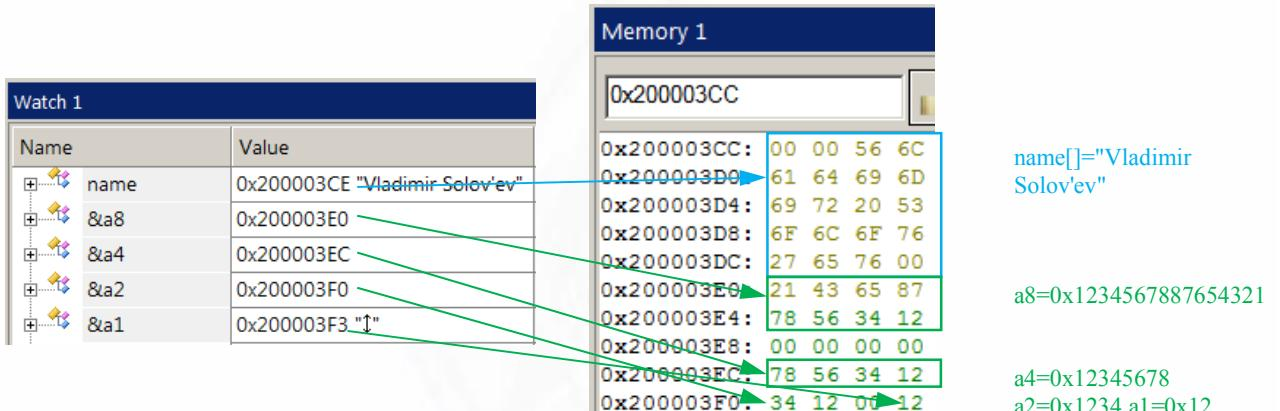

Рис. 2.6. Представление переменных в памяти МК
4) Адреса расположения в памяти переменных $a1, b1, \dots, b8, c8$, $name1/2/3$ (подобно рис. 2.6).